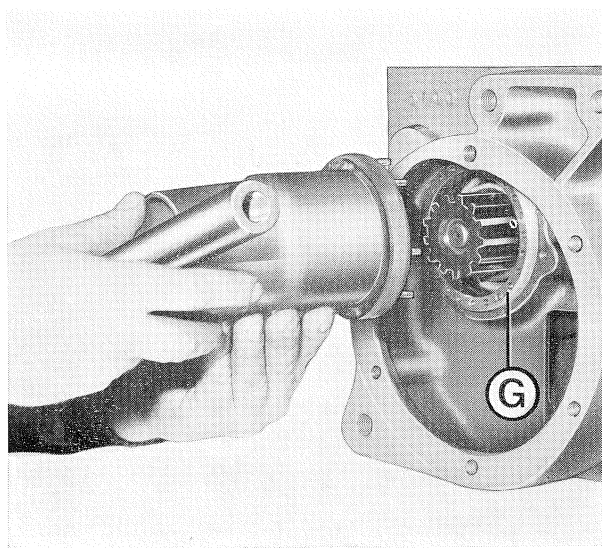

Fig. 11
- 9) Svitare la ghiera **G** e quella sul lato opposto usando l'apposito attrezzo di fig. 11, (a richiesta presso la nostra organizzazione di vendita).